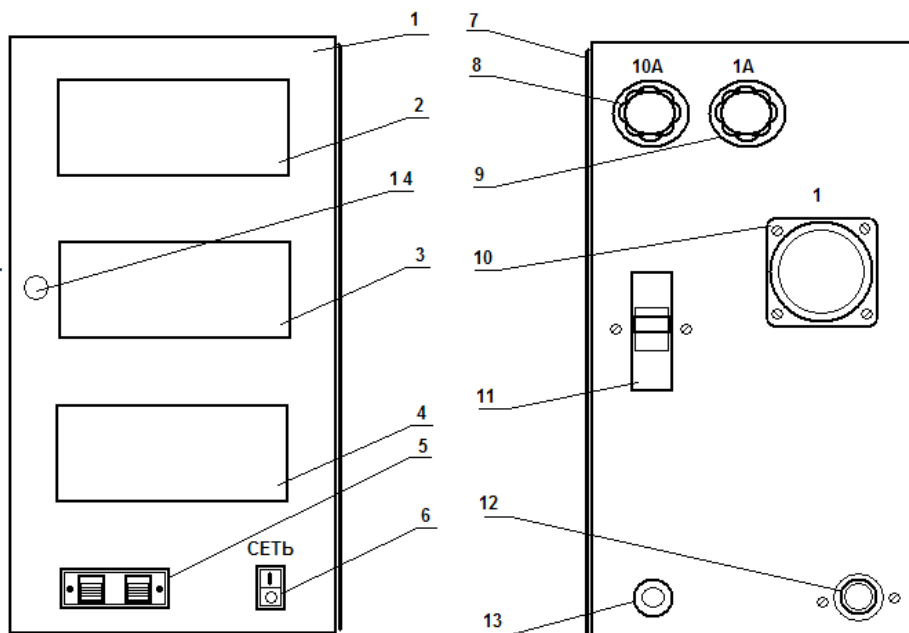

рис.3
5.1.3.После включения питания выключателем (6 – рис.3) на дисплее измерителя ИТ2511(2ТМ0 , ТРМ1, ТРМ 10) высветятся прочерки. При подключении пилотной термопары к клеммнику (5 - рис.3) , на дисплее отобразится значение температуры окружающей среды.
5.2.2.Включить отсчет времени, нажав кнопку запуска таймера (рис.3). При этом включится прокачка камеры азотом и постоянный нагрев. Время постоянного нагрева определяется по достижению на плате температуры, достаточной для оплавления припоя.
6.1.3. Вдвинуть рамку с печатной платой в нагревательную камеру печи и включить таймер или секундомер. Контролировать скорость нарастания температуры на плате по показаниям измерителя температуры (4 рис.3).